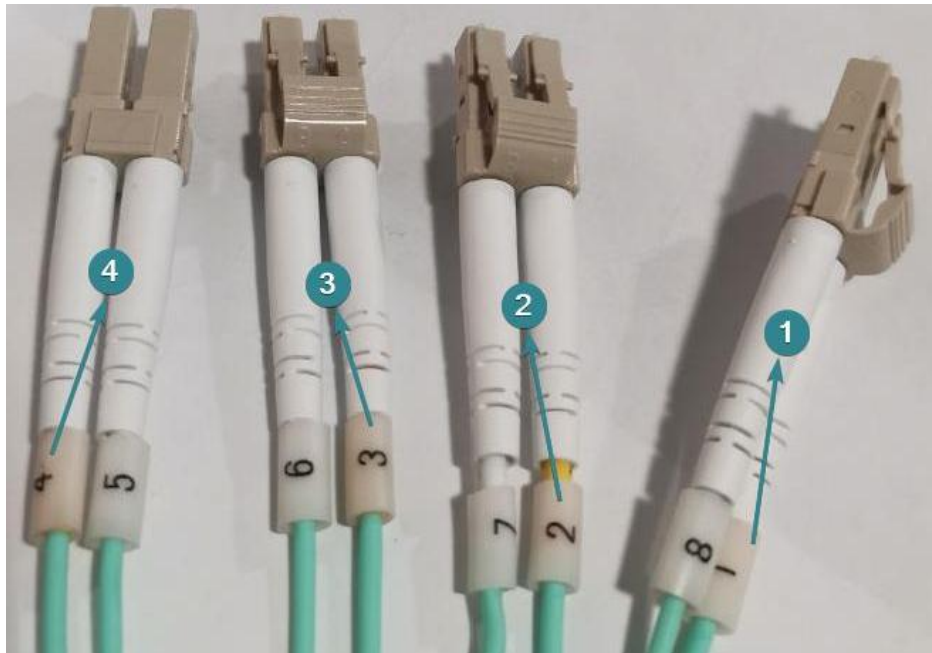

图 3-9 光纤线束顺序标识说明
- 3) 每束光纤线有 4 组接口，每组接口有两根线，每组的顺序有两个数值，请以小的数值为准，如图 3-9 所示。